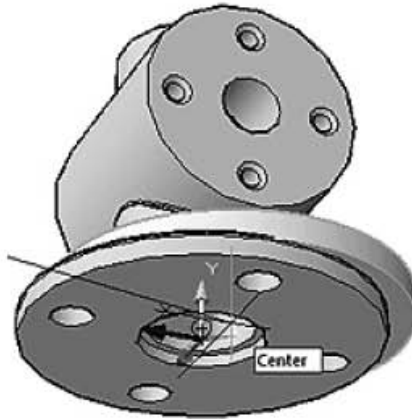

Рис. 12.9. Выбор первой точки на корпусе
6. Укажите первую точку с привязкой Центр (Center) — центр окружности нижнего основания прокладки (рис. 12.9):